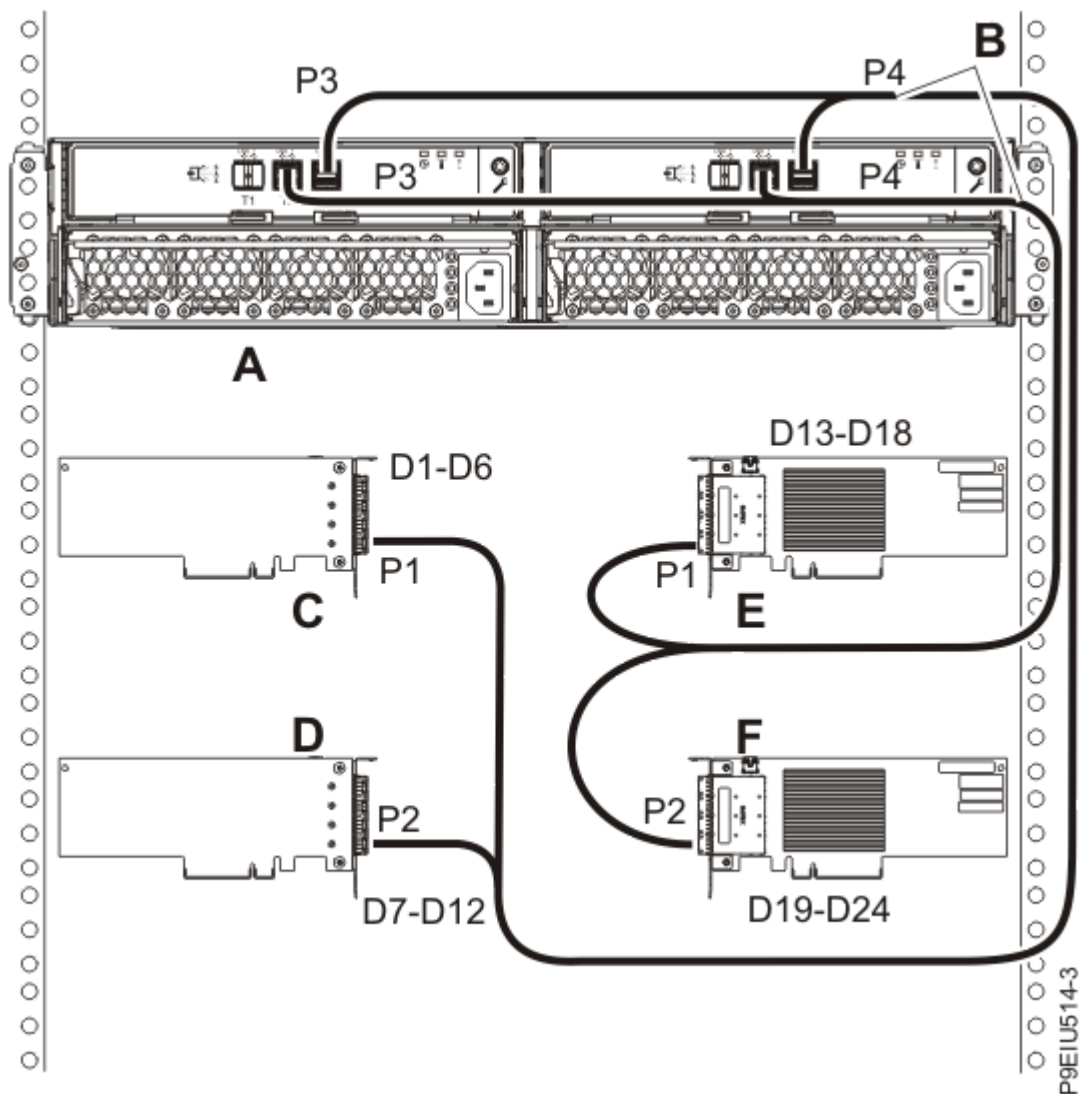

Figura 23. Conexão de modo 4 de um Gabinete de armazenamento ESLS, usando cabos X12, para quatro adaptadores SAS FC EJ0J ou FC EJ0M independentes
23. Conclua uma conexão de modo 4 de um gabinete (A), usando cabos X12 (B), para quatro adaptadores SAS FC EJ0J ou FC EJ0M independentes, conforme mostrado em Figura 23 na página 28. Em seguida, continue com “Conectando cabos, cabos de energia e instalando tampas” na página 29.